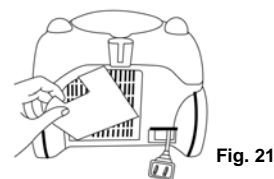

Fig. 21
2. Enlevez le filtre. (Fig. 21)